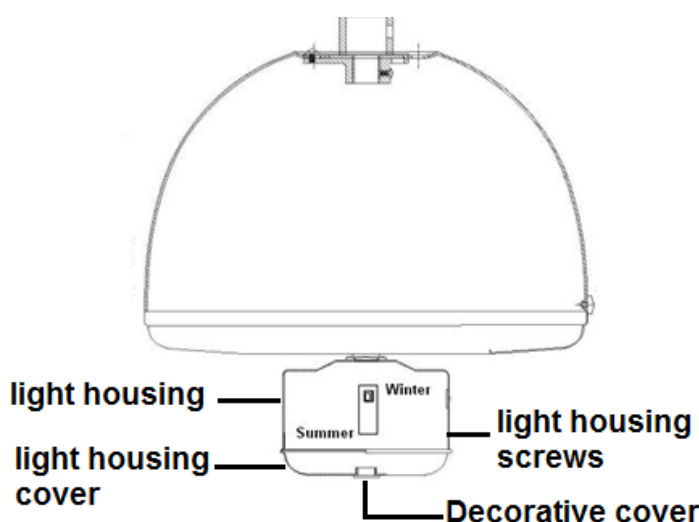

Fig. 8
1. Retire la tapadera de la caja de luces aflojando los tornillos (Fig.8)